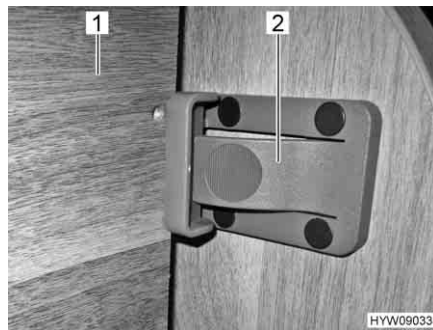

Fig. 29 Dispositivo di sicurezza anteriore
- Sollevare il letto (Fig. 29,1).
- Assicurare il letto alla parete del mobile con il chiavistello (Fig. 29,2).
- Premere il chiavistello (Fig. 29,2).